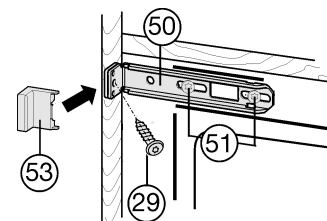

Fig. 16
- Desserrer un peu les vis Fig. 16 (51).
- Visser l'étrier supérieur Fig. 16 (50) à l'aide d'une vis à panneaux de particules Fig. 16 (29) $\varnothing 4 \times 19$ sur la paroi du meuble.
- Casser l'extrémité du cache Fig. 16 (53) qui dépasse.
- Bien serrer les vis Fig. 16 (51).
- Remettre le cache Fig. 16 (53).